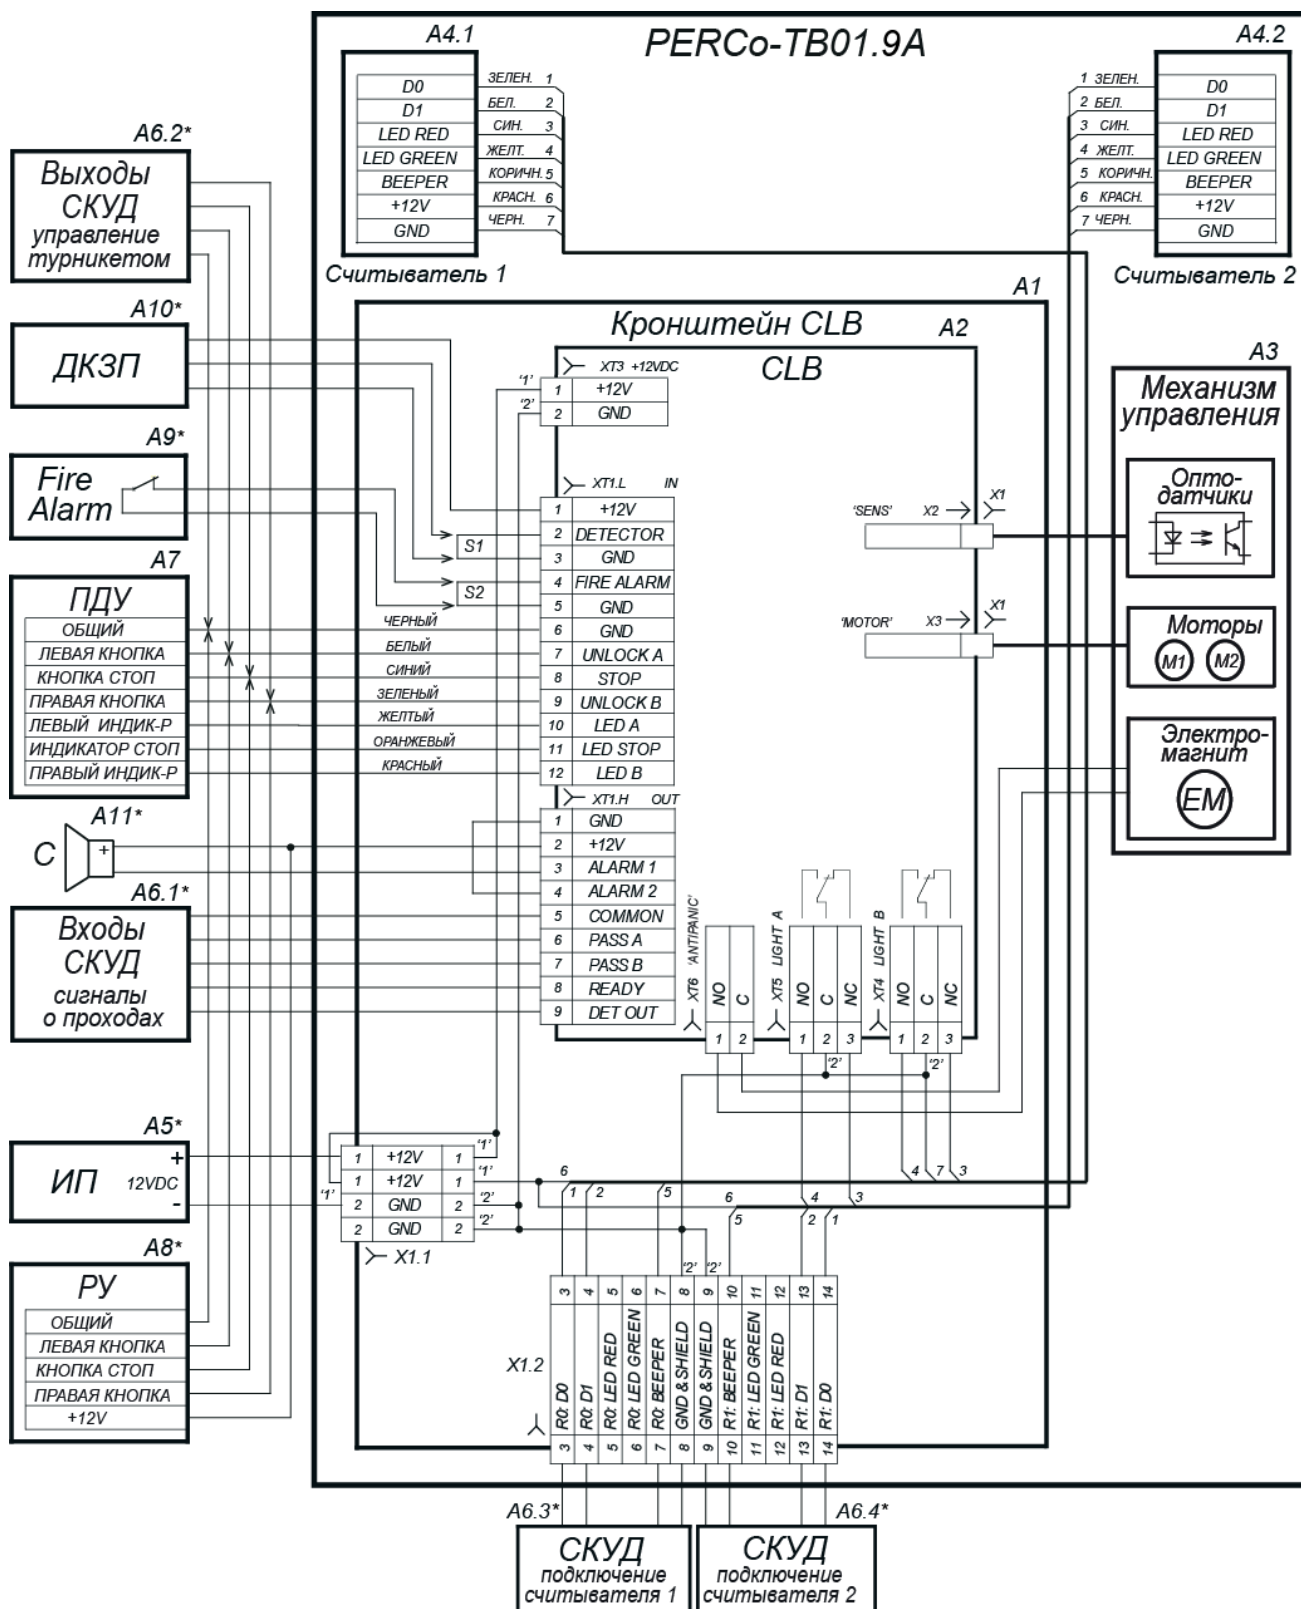

Рисунок 13. Схема электрических соединений турникета¹
5. Демонтируйте заглушки стойки (7), открыв ключом замки (8). Установите стойку турникета на гильзы анкеров и закрепите ее болтами **M10**.
6. Снимите крышку турникета (3), отвернув ключом установочный винт (14) (см. разд. 6).
7. Подключите кабель питания (11) к клеммной колодке **X1.1** (см. рис. 13).
9. Подключите при необходимости кабели от других устройств к соответствующим клеммным колодкам платы управления (см. рис. 5 и рис. 13).
12. После подключения всех кабелей и крепления стойки к полу установите на место крышку (3) (см. разд. 6), заглушки стоек (7) в порядке, обратном снятию.
Подключение контроллера к плате управления производится в соответствии с рис. 13.
Передача данных от считывателей осуществляется по интерфейсу *Wiegand*. Подключение считывателей к контроллеру СКУД необходимо производить экранированным кабелем в соответствии с рис. 13.
* Линии управления светодиодной индикацией считывателей при производстве подключены к клеммным колодкам **XT4**, **XT5** платы управления (см. рис. 13). Для осуществления внешнего управления индикацией от контроллера СКУД необходимо отключить оранжевые и фиолетовые провода считывателей от разъемов **XT4**, **XT5** платы управления, и подключить их к соответствующим контактам выносной клеммной колодки **X1.2**.